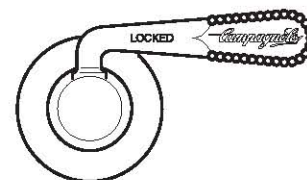

Fig. 20
- Quando la leva è in posizione aperta, si può leggere la marcatura "UNLOCKED" (Fig. 20).
- Quando la leva è in posizione chiusa, si può leggere la marcatura "LOCKED" (Fig. 20).
- Quand le levier est en position ouverte, il est possible de lire « UNLOCKED » (Fig. 20).
- Quand le levier est en position fermée, il est possible de lire « LOCKED » (Fig. 20).
- When the lever is in the open position, the word "UNLOCKED" can be seen (Fig. 20).
- When the lever is in the closed position, the word "LOCKED" can be seen (Fig. 20).
- Cuando la palanca está en posición abierta, se puede ver la palabra "UNLOCKED" (Fig. 20).
- Si la palanca se halla en posición cerrada, se puede ver la palabra "LOCKED" (Fig. 20).
- Ist der Hebel "offen", ist der Aufdruck "UNLOCKED" ersichtlich (Abb. 20).
- Ist der Hebel "zu", ist der Aufdruck "LOCKED" ersichtlich (Abb. 20).
- Als de handle is geopend is het woord "UNLOCKED" zichtbaar (Fig. 20).
- Als de handle is gesloten is het woord "LOCKED" zichtbaar (Fig. 20).